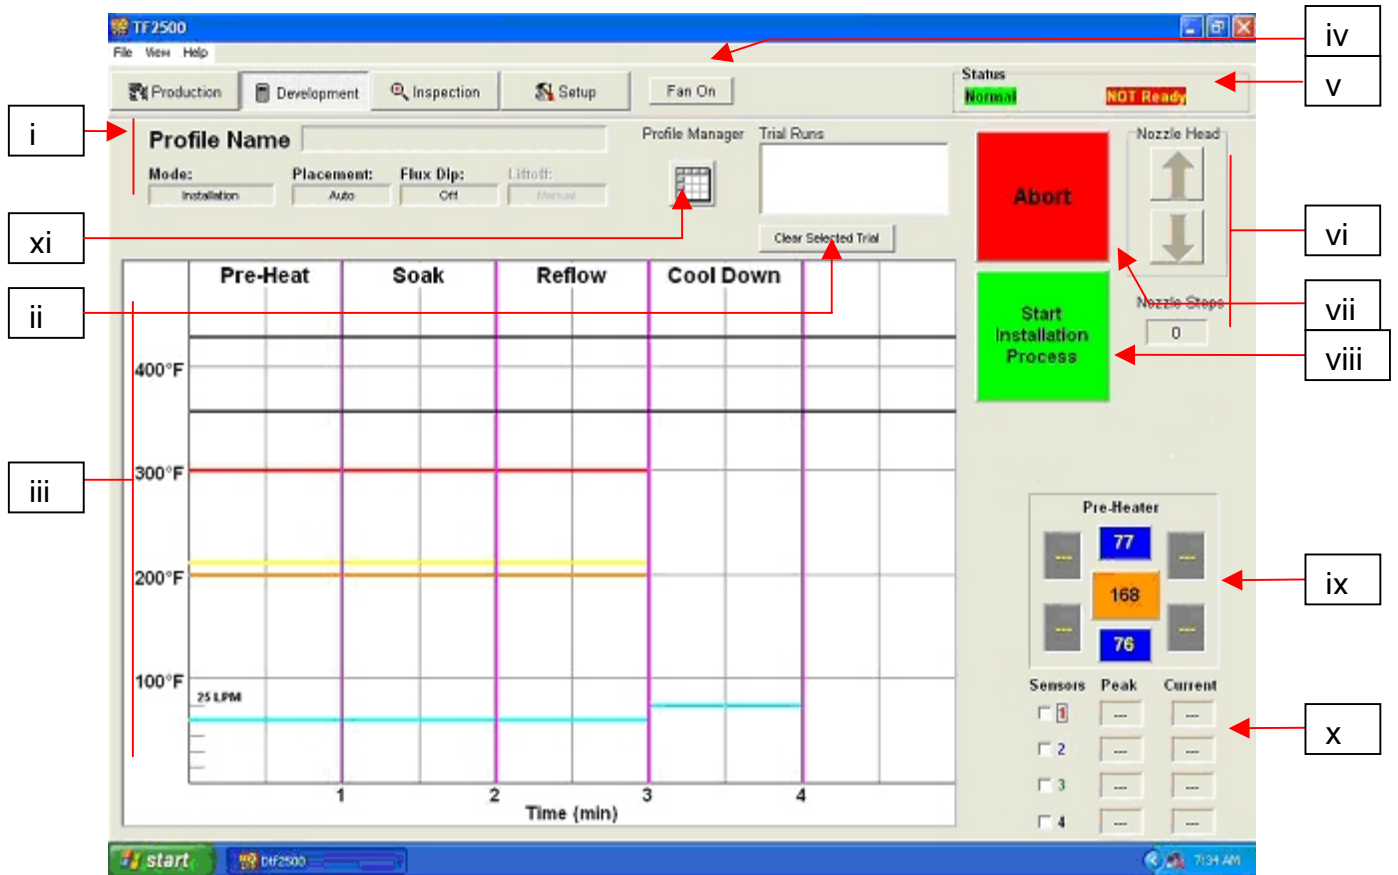

Figura 7
i. Funzioni della schermata di sviluppo del profilo (Figura 7)